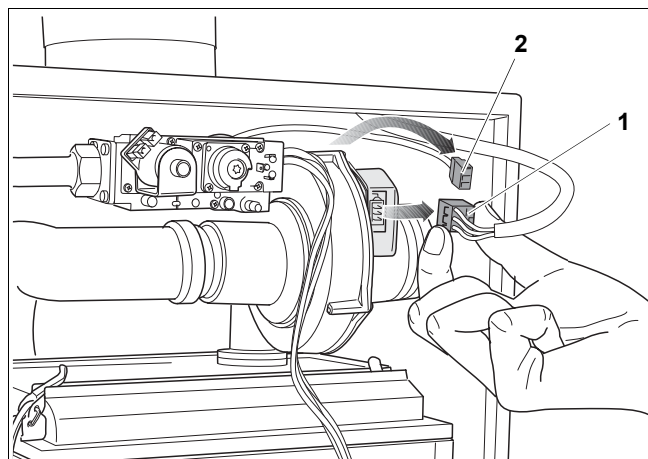

Fig. 112 Desfaceți ștecherile de la suflantă
- Scoateți ștecherul racordului la rețea (Fig. 112, **Poz. 1**) de la suflantă.
- Scoateți ștecherul cablului tahometric (Fig. 112, **Poz. 2**) de la suflantă. Pentru aceasta desfaceți blocajul ștecherului prin apăsare.